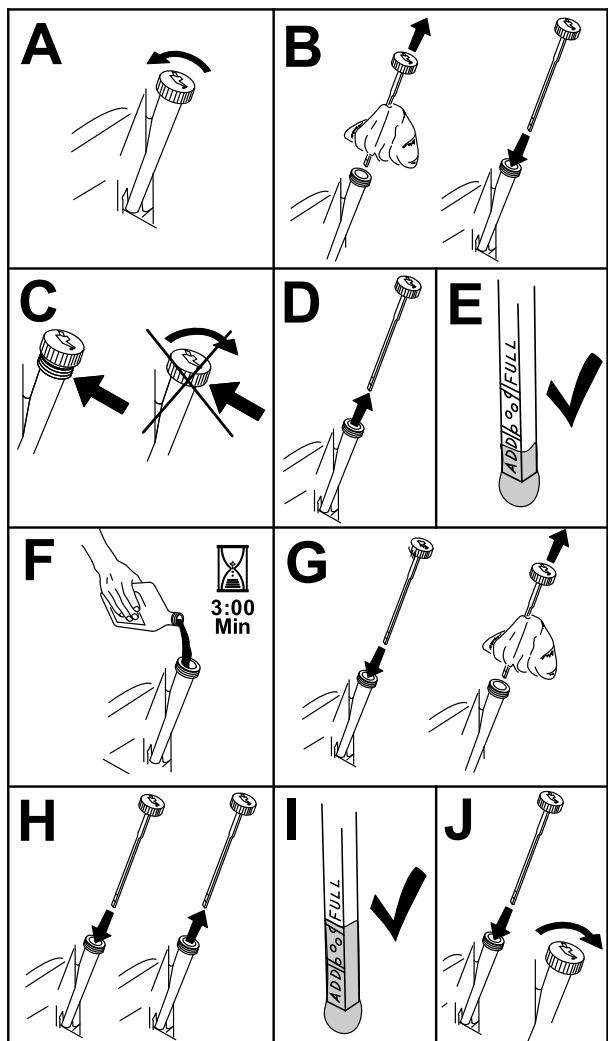

Figura 23
3. Per mantenere il motore privo di sporcizia, sfalcio d'erba, ecc., pulite l'area attorno al tappo di rifornimento dell'olio e l'asta di livello prima di rimuoverli (Figura 23).